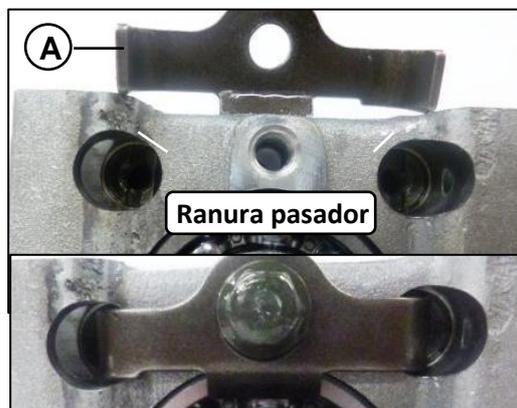

Fig.11
Remover la platina (A) de sujeción de los pasadores de levas. **Fig.11**